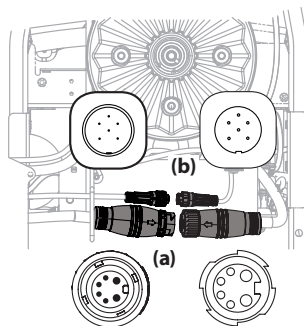

Figura 19
4. Desconecte el motor de la plataforma de los adaptadores de la parte derecha o inferior del montable. Gire el conector más grande (a) 1/4 de vuelta en sentido contrario a las agujas del reloj y empuje hacia abajo. Repita el procedimiento con el conector más pequeño (b). Consulte la Figura 19.
6. Reconecte los motores de la plataforma a los adaptadores de la parte derecha o inferior del montable. Conecte siempre el conector más grande primero y, luego, el conector más pequeño. Consulte la Figura 19.